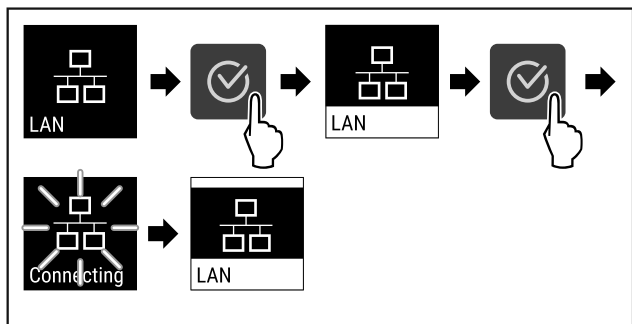

Fig. 91
- ▶ Stappen (zie Fig. 91) uitvoeren.